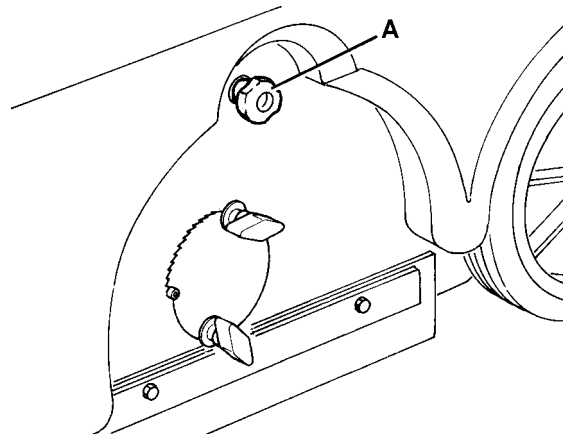

Afbeelding 14
4. Controleer of de zijflaps (13 en 14) 0 tot 3 mm van de grond staan (A, Afb. 14). Stel zo nodig de hoogte van de flaps bij en ga hierbij als volgt te werk.
- De achterflap (A, Afb. 14) 0 tot 3 mm van de grond staat (zie afbeelding).